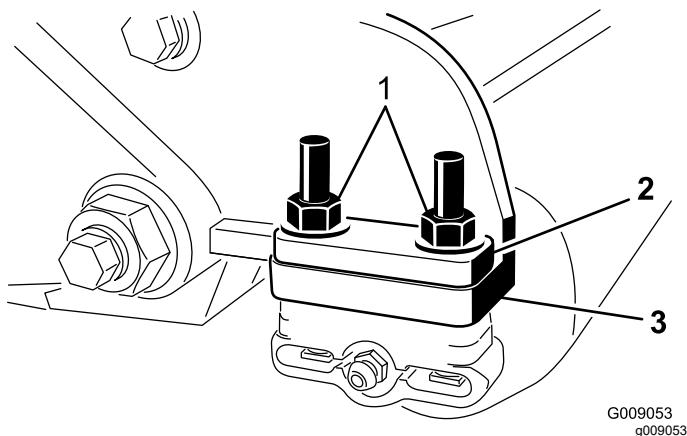

Bild 7
7. Entfernen Sie die zwei Bundmuttern, mit denen jede Rollenhalterung an den Seitenplatten befestigt ist (Bild 7).